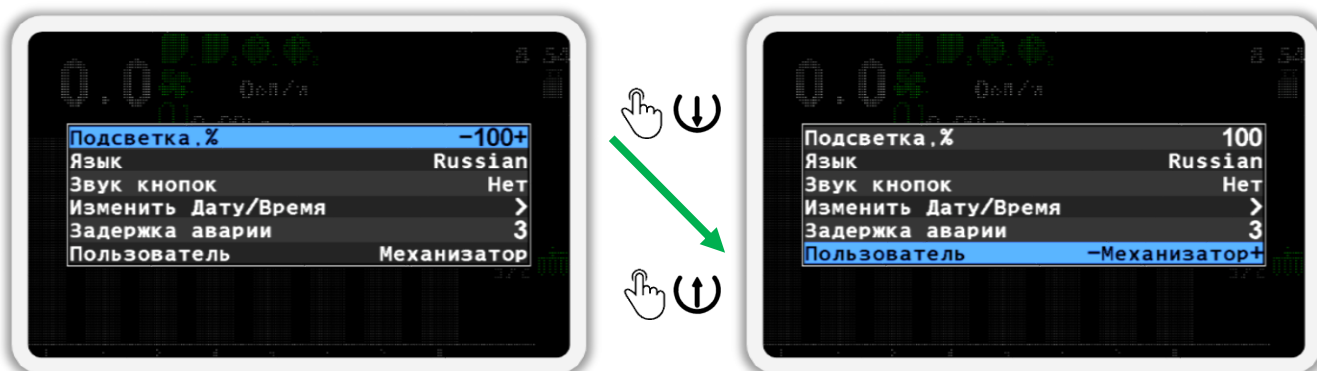

Рисунок 27
2. Еще раз нажмите кнопку  «Меню». В результате на экране будет показано меню «Настройки» (см. Рисунок 27). В этом меню выберите пункт  «Пользователь». Для этого используйте кнопки  «Вверх» и  «Вниз» (далее, по тексту для перехода от одного пункта меню к другому используйте эти кнопки).